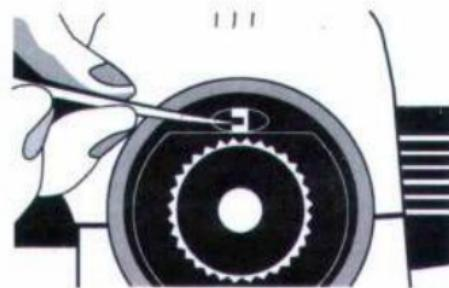

图 15
④, 调整分划板校正螺丝 (如图 15), 使视距丝对准 $b2 = a2 - (a1 - b1)$, 重复上述步骤直到 $|a1 - b1| - |a2 - b2| \leq 3\text{mm}$ 为止。